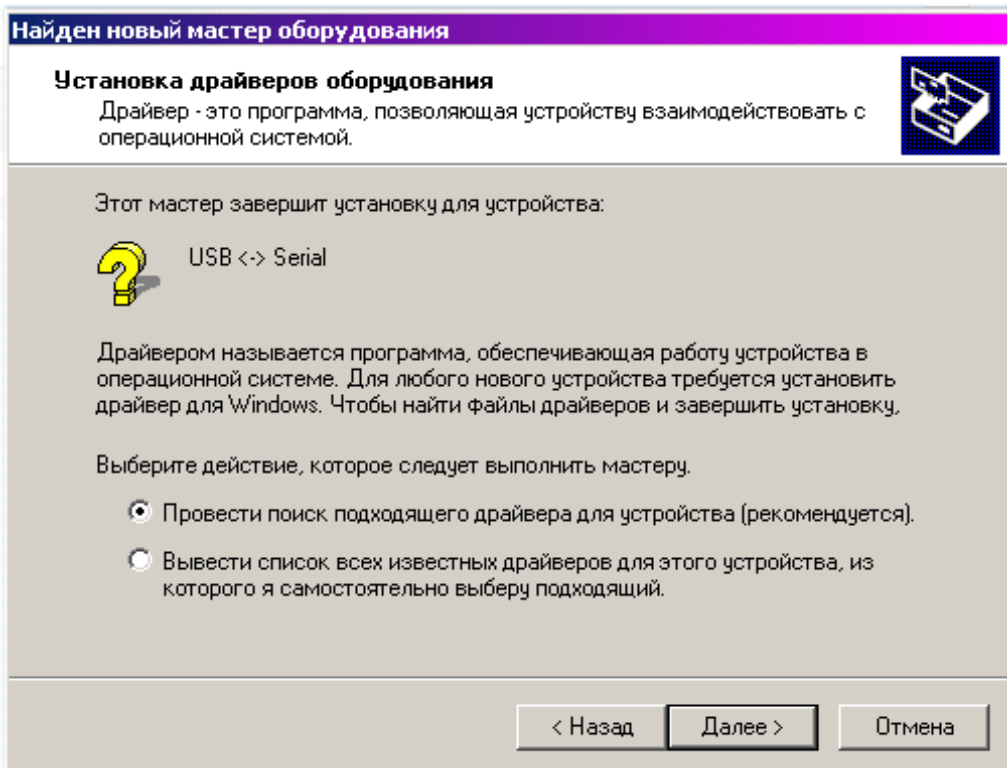

Рисунок 7 – Выбор действия мастера
- 1) В окне «Установка драйверов оборудования» поставьте переключатель  в положение «Провести поиск подходящего драйвера для устройства (рекомендуется)» (см. рисунок 7).